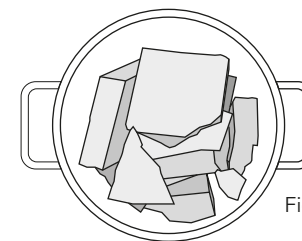

Fig.1
1) Mettere la cera nel fusore cercando di riempire bene il fondo del fusore e non lasciare spazi vuoti. Nel caso si voglia fondere la paraffina in lastre si consiglia di spezzarla in piccoli pezzi in modo da riempire bene il fondo del fusore. Caricare la cera un po' per volta (per esempio 5 kg per volta fino a liquefazione). (Fig.1)